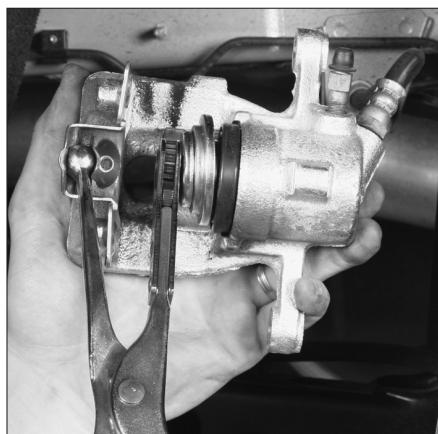

FIG. 17
- Repousser le piston à l'aide d'un outil approprié (Fig.17).